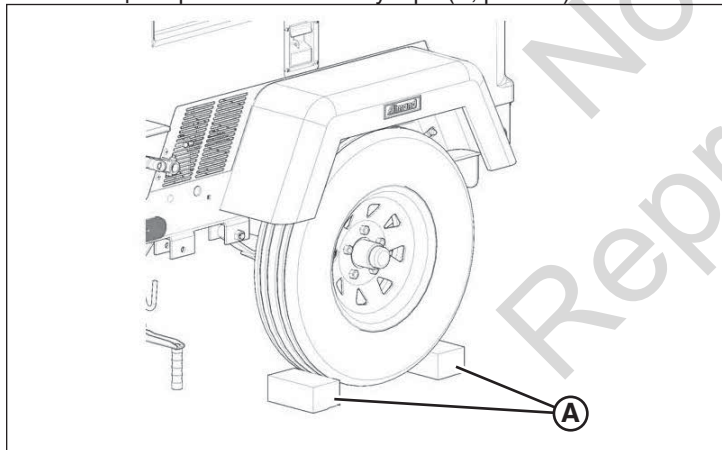

Рисунок 16
2. Заблокируйте каждое колесо с каждой стороны с помощью противооткатного упора (А, рис. 16).